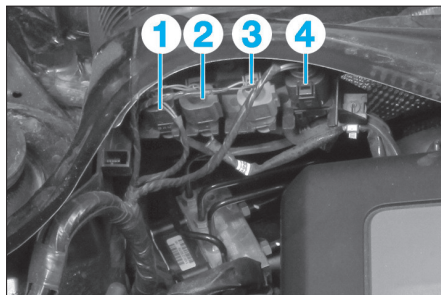

FIG. 24
- Débrancher les connecteurs (1) à (4) (Fig.24).